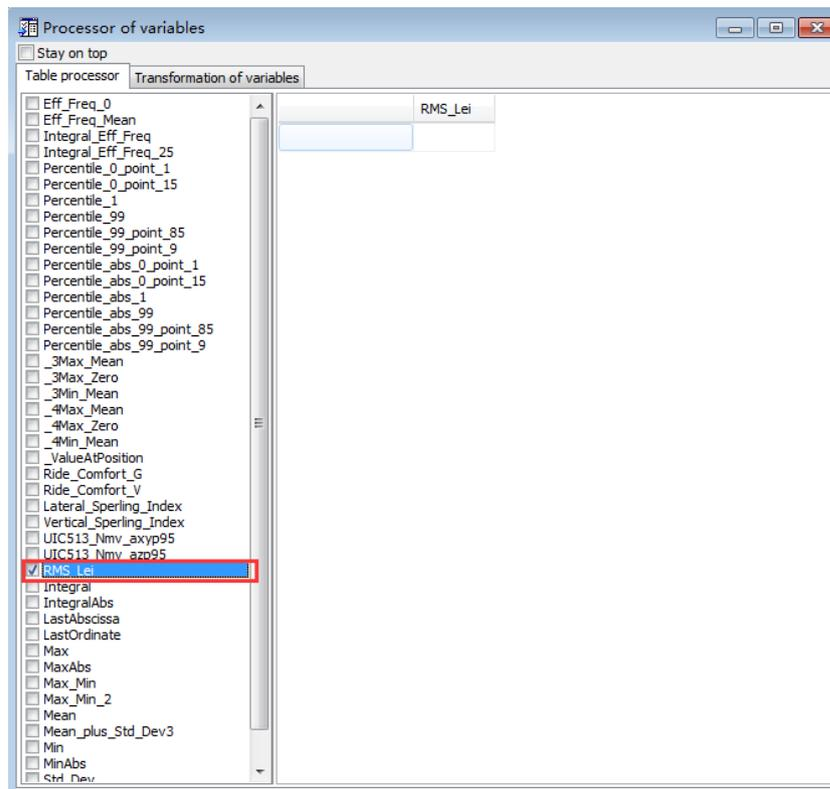

图 002-3 Table processor 下寻找均方根统计
3、运行 UM Simulation，从 Tools 菜单或者工具栏图标打开 Table processor，可找到该统计函数，如图 002-3。